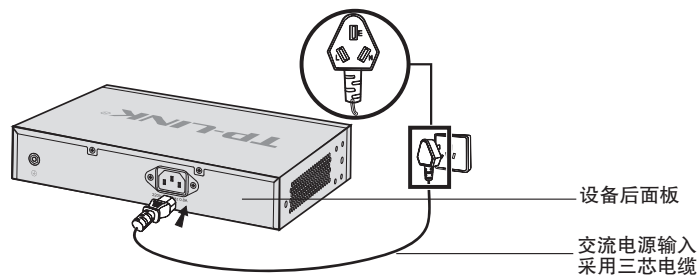

图2-5 PE线连接示意图
- 在一般的使用环境下, 可通过设备配套的电源软线, 采用交流电源的PE(保护地)线进行接地, 如图2-5所示。